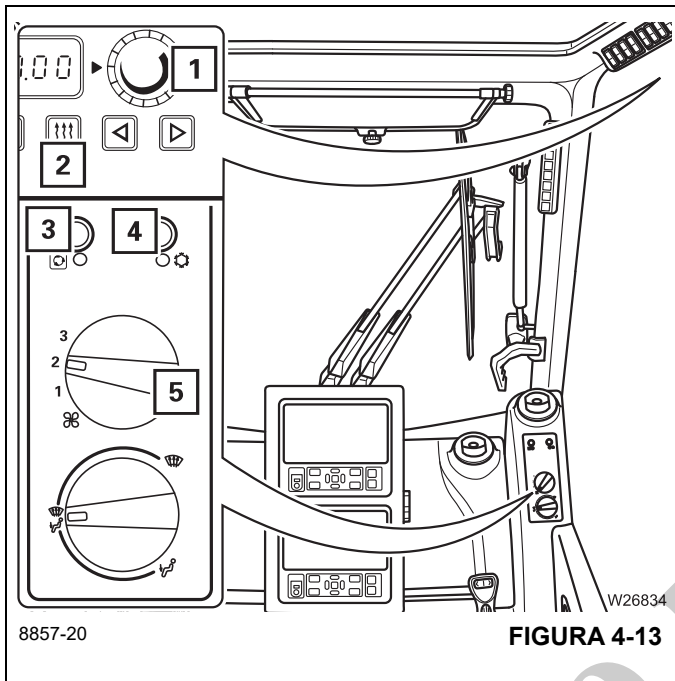

FIGURA 4-13
Pulse el botón (2), (Figura 4-13), una vez; se apaga la calefacción.
Active el acondicionador de aire y pulse el botón (4), (Figura 4-13); el botón se iluminará.
Pulse el botón (4), (Figura 4-13); la luz del botón se apaga.